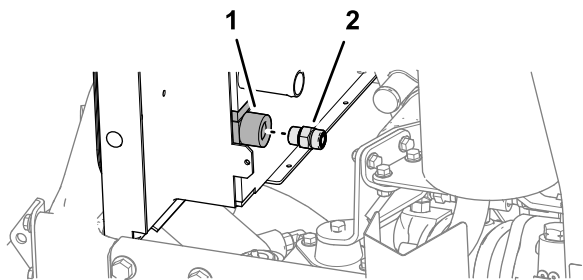

Рисунок 30
2. Подсоедините прямой штуцер (торцевое уплотнение -8 с уплотнительным кольцом / ¼ дюйма SAE) к выпускному патрубку маслоохладителя на радиаторе/маслоохладителе и затяните штуцер (**Рисунок 30**).